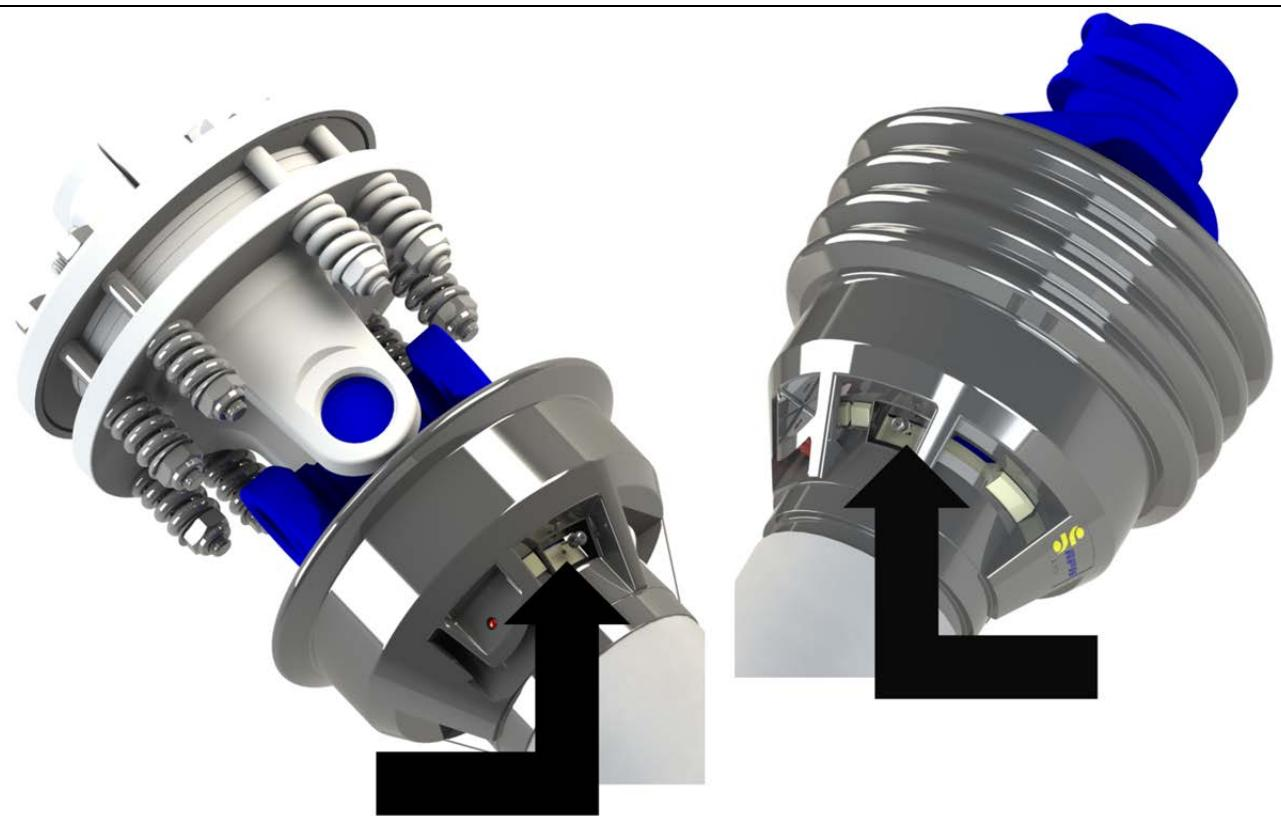

**Figura 24.** Paso 4 de Desmontaje
4. Localice las lengüetas de los cojinetes en ambos extremos del eje de transmisión. Inserte la punta de un destornillador de cabeza plana en la muesca que se indica en la *Figura 24*. Gire la lengüeta del cojinete un octavo de vuelta aproximadamente, en el sentido de las agujas del reloj. Asegúrese de que los puertos de engrase de las cubiertas de protección queden alineados con los orificios de engrase de los cojinetes. Para mayor aclaración, consulte la *Figura 25* y la *Figura 26* a continuación.